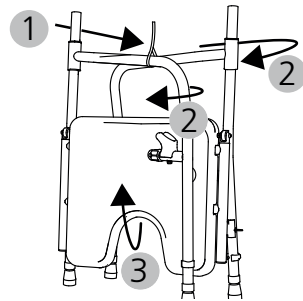

Abb. 3
1. Corte la brida (fig. 3, 1).
2. Gire los elementos laterales de los reposabrazos hacia delante (fig. 3, 2) y colóquelos ligeramente abiertos hacia fuera de modo que el asiento se pueda plegar hacia arriba sin obstáculos (fig. 3, 3).